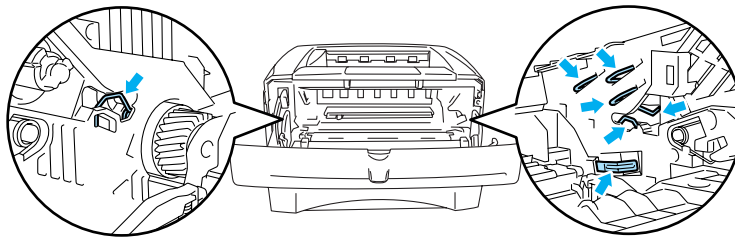

Abbildung 5-5
- Berühren Sie keinesfalls die in Abbildung 5-5 gezeigten Elektroden, sonst kann der Drucker durch statische Elektrizität beschädigt werden!